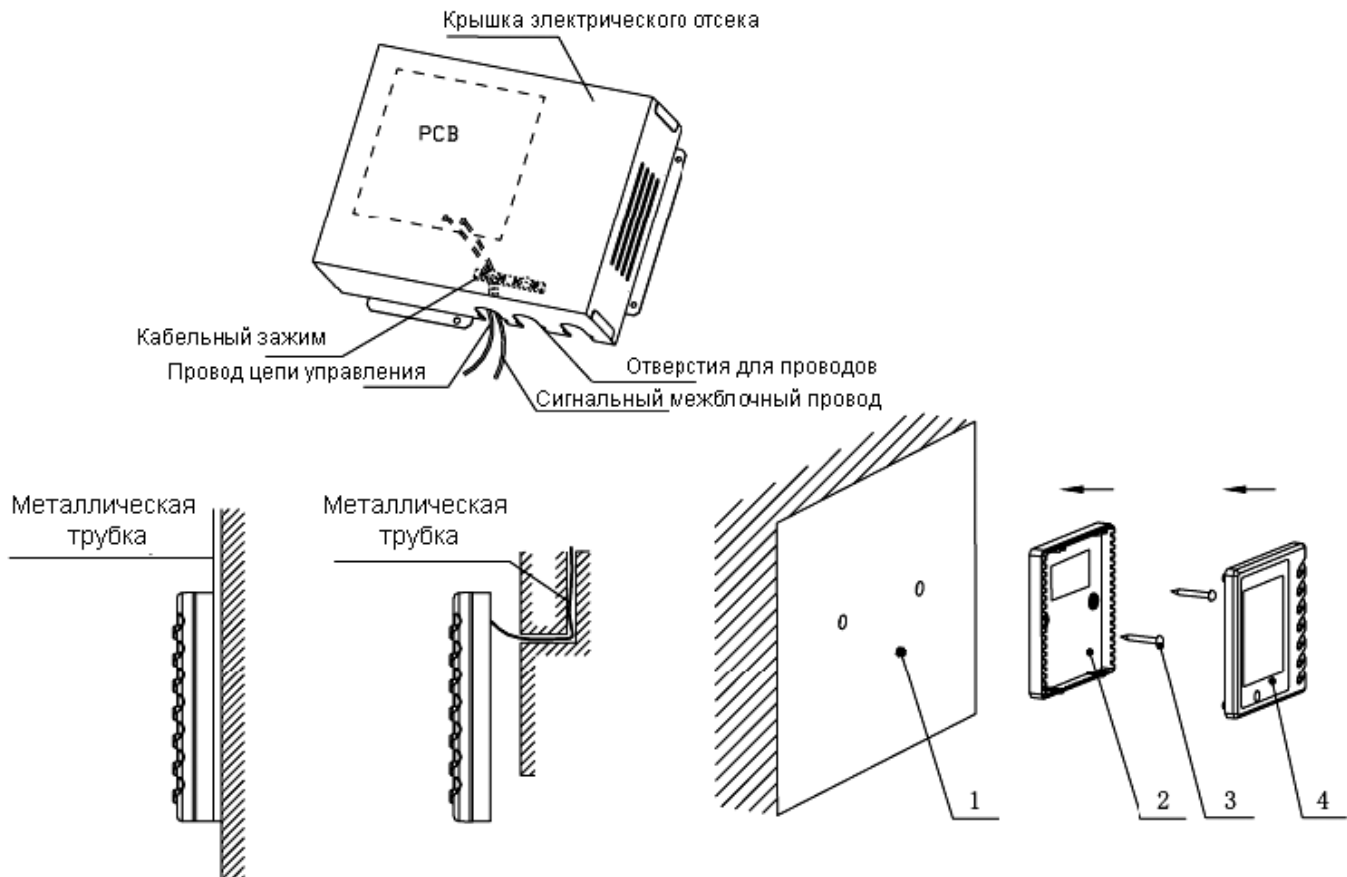

рис. 1
3. Если провод, соединяющий пульт (85x85x16 мм) с кондиционером, будет прокладываться по поверхности стены, прodelайте углубление в стене и проложите провод в металлической защитной трубке (рисунок 1 на следующей странице). Если же провод прокладывается скрыто, внутри стены, его также необходимо защитить металлической трубкой (рисунок 2 на следующей странице).